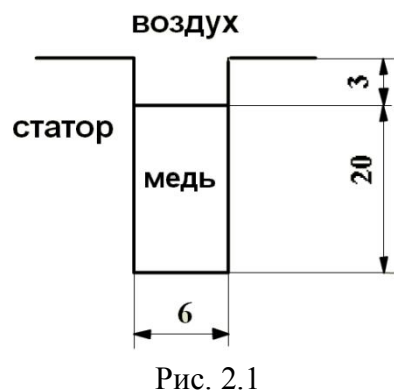

Рис. 2.1
2. Прочтите условия задачи. Дано: Проводник в пазу электрической машины Рис.2.1.
3. После описания задачи необходимо начертить модель по размерам данным на Рис. 2.1 на поле. По аналогии с предыдущей лабораторной работой должна получиться модель представленная на Рис 2.2а. с сеткой конечных элементов Рис. 2.2б. [2]